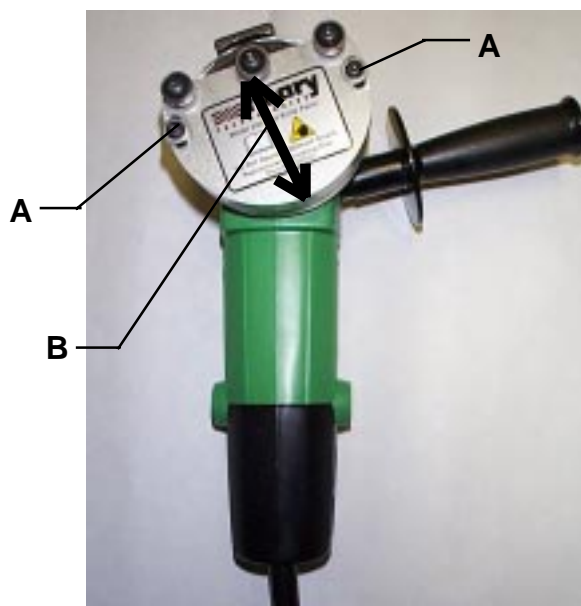

Fig. 1
Para reavivar la cuchilla de base usted debe igualar la superficie del disco de rectificar a la cara de la cuchilla de base. Para lograr esto afloje los dos tornillos con cabeza de manguito en la cubierta de la guía. (Vea Fig. 1 unidad A.) Ajuste la cubierta de la guía de un lado al otro (Vea Fig1 unidad B) hasta que el disco de rectificar esté igualado con la cara de la cuchilla de base. Cuando esto se ha logrado use la llave allen de 1/8 para reapretar los dos tornillos con cabeza de manguito.
1. Afloje los dos tornillos con cabeza de manguito de cubierta de la guía (Fig. 1 unidad A) y quite la cubierta de la guía.